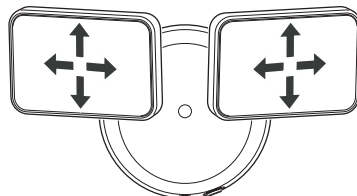

Figura 5
9. Si es necesario, sujete suavemente los cabezales de la lámpara y muévalas de lado a lado o de arriba hacia abajo para ajustar el área de cobertura de la luz (vea la Figura 5).